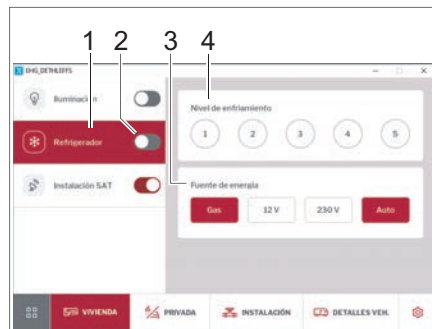

Fig. 257 Frigorífico
- Encender o apagar el frigorífico con el interruptor deslizante (Fig. 257,2).
- Tocar en la opción *Frigorífico* (Fig. 257,1).
En el panel de control se pueden ajustar los niveles de refrigeración (Fig. 257,4) y la fuente de energía (Fig. 257,3).